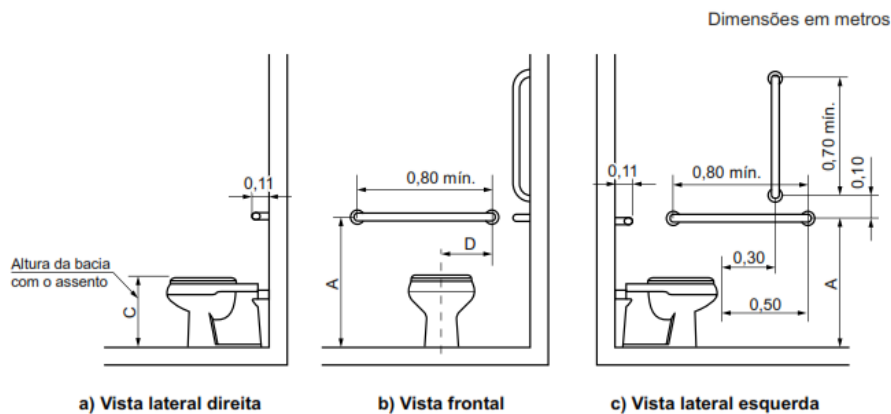

Figura 2. Bacia convencional com barras de apoio ao fundo e a 90° na parede lateral
b) na impossibilidade de instalação de barras nas paredes laterais, são admitidas barras laterais articuladas ou fixas (com fixação na parede de fundo), desde que sejam observados os parâmetros de segurança e dimensionamento estabelecidos conforme 7.2.4, e que estas e seus apoios não interfiram na área de giro e transferência. A distância entre esta barra e o eixo da bacia deve ser de 0,40 m, sendo que sua extremidade deve estar a uma distância mínima de 0,20 m da borda frontal da bacia, conforme figura 2;